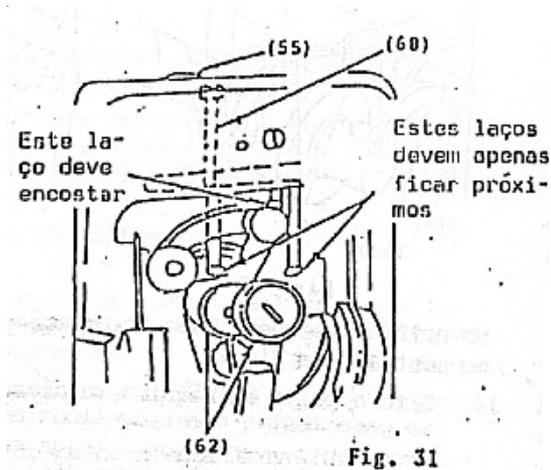

Fig. 31
3. Quando as extensões do pavio estiverem corretamente colocadas recoloque o parafuso (68), Fig. 31, do suporte.